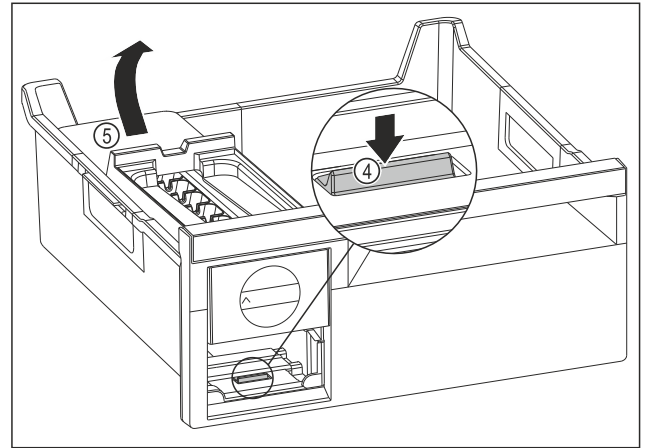

Fig. 136
- ▶ EasyTwist-Ice-rungon poistaminen: Paina kieleke Fig. 136 (4) sormella alas ja nosta samanaikaisesti toisella kädellä EasyTwist-Ice-runko Fig. 136 (5) takaa ylöspäin.